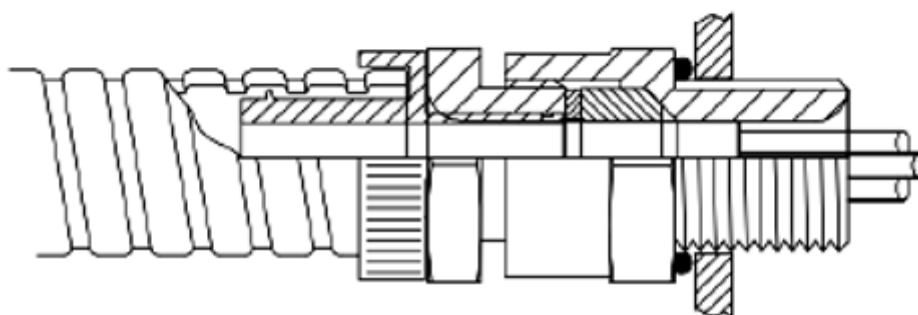

Рисунок 18 – Монтаж кабельного ввода
1) Закрепить входной элемент кабельного ввода в соответствующие отверстия в корпусе газоанализатора (см. рисунок 18). Затянуть вручную, затем закрутить с помощью гаечного ключа. Усилие затяжки кабельного ввода при монтаже 32,5 Нм.